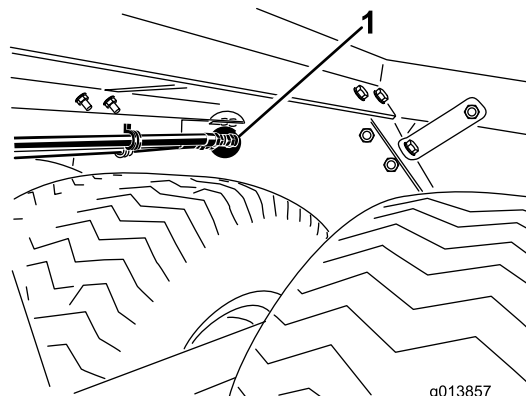

図 2
7. オイルの入口フィッティングと出口フィッティング、およびホースガイドの取り付けブラケットがすべてシャーシの後部壁にあいている丸穴に無理なく通ることを確認する 図 2。